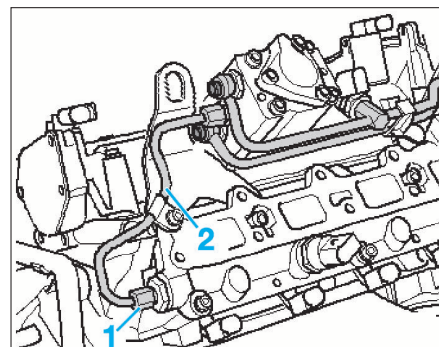

FIG. 55
- Déposer le tuyau haute pression (2) en immobilisant les raccords sur la pompe haute pression et sur le collecteur d'admission (Fig.55).